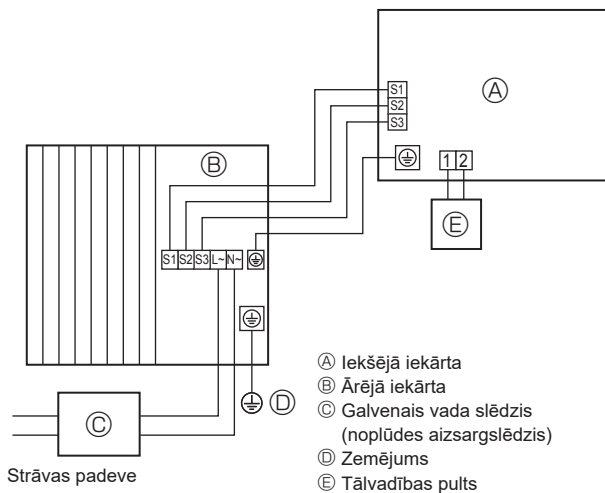
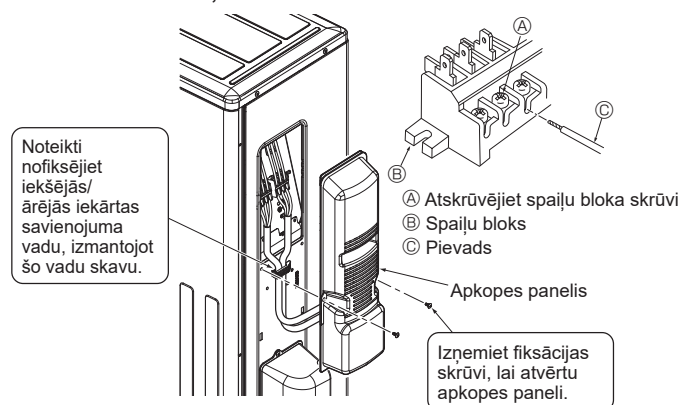

Fig. 6-1
Fig. 6-3
### 6.1. Ārējā iekārta (Fig. 6-1, Fig. 6-2, Fig. 6-3)
- ① Noņemiet apkopes paneli.
- ② Kabeļu vadojumam ir jāatbilst norādēm šādos attēlos Fig. 6-1, Fig. 6-2 un Fig. 6-3.